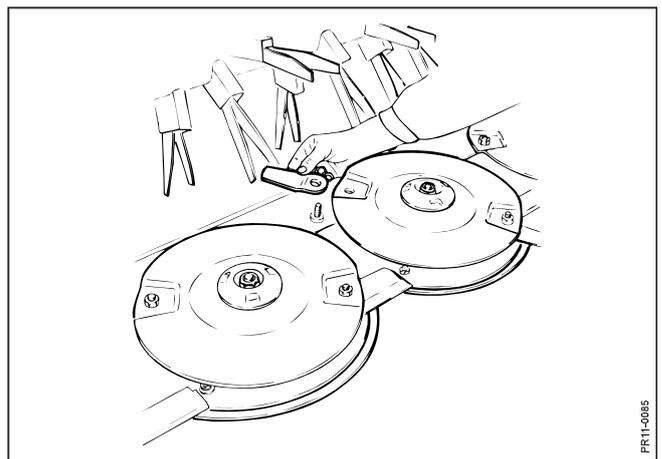

Fig. 5-9
- Fig. 5-9 Pour obtenir un travail satisfaisant, il est important que les couteaux et les contre couteaux soient en bon état et tranchants. Le remplacement des couteaux s'effectue en démontant le boulon de couteau et en le sortant par dessous le disque. Retirer l'ancien couteau et monter le nouveau avec le boulon. Les couteaux peuvent être utilisés sur les deux faces en les interchangeant d'un disque à un autre tournant en sens inverse.